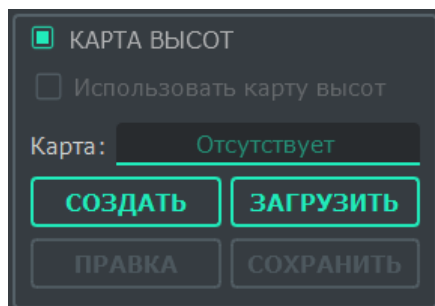

Рисунок 11: Панель *Карта высот*
Панель *Карта высот* показана на рис. 11. Чтобы панель стала доступной установите галочку *Карта высот* в разделе *Панели меню Сервис* → *Настройки*.
- 9) Чтобы использовать построенную карту высот при выполнении программы G-кода, на панели рис. 11 сначала нажмите кнопку *Заккрыть* для выхода из режима построения карты, а затем поставьте галочку *Использовать карту высот*.
- 10) При необходимости сохраните построенную карту высот, нажав кнопку *Сохранить* на панели рис. 11.
- 2) На панели рис. 11 нажмите кнопку *Загрузить* и выберите требуемый файл карты высот.